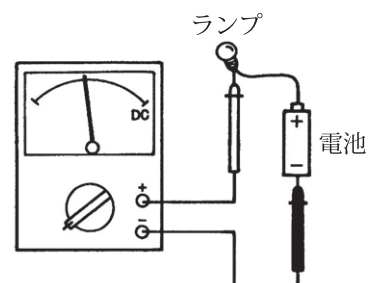

図 5-6
- ①レンジスイッチを適切なDCmAレンジに切換えます。
- ②直流電流なので、電源の極性に注意して、回路に**直列**に接続して測ります。〔図5-6〕
- ③回路を切離す場合には、回路の電源を切ってから行ってください。
- ④メーターの指針が逆に左へ振れてしまう場合には、赤色と黒色のテストリードを反対に接続します。
- ⑤DC目盛上の指示値に一定の倍率を乗じて読みます。